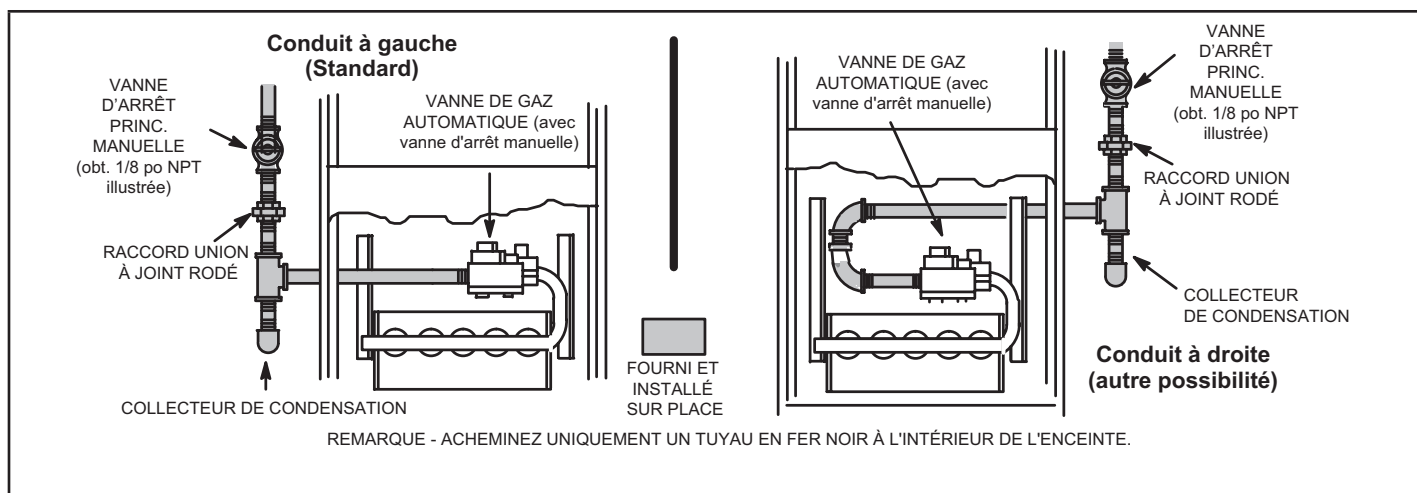

FIGURE 56
- 1 - La canalisation de gaz peut pénétrer dans l'unité par le côté droit ou le côté gauche. La canalisation d'alimentation entre dans la vanne de gaz par le côté de la vanne, comme illustré à la FIGURE 56. Connectez la canalisation de gaz sur la vanne. La canalisation de gaz doit être serrée à un couple minimum de 350 lb-po et un maximum de 800 lb-po sur la vanne de gaz.
- 3 - La canalisation de gaz ne doit pas traverser les conduits d'air, les chutes à linge sale, les cheminées ou conduits d'évacuation des gaz, les monte-plats ou les cages d'ascenseur. Centrez la canalisation de gaz dans l'ouverture. La canalisation de gaz ne doit pas toucher le côté de l'unité. Reportez-vous à la FIGURE 56.